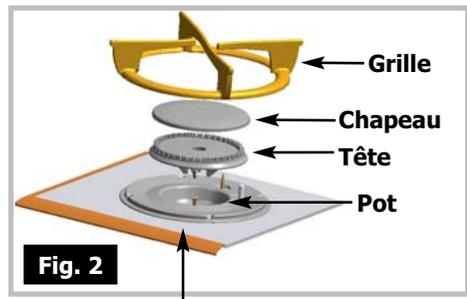

Fig. 2
❸ **CHANGEZ LES INJECTEURS** en procédant comme suit :
- Dévissez à l'aide de la clé fournie les injecteurs situés dans le fond de chaque pot et ôtez-les (**fig. 2**).